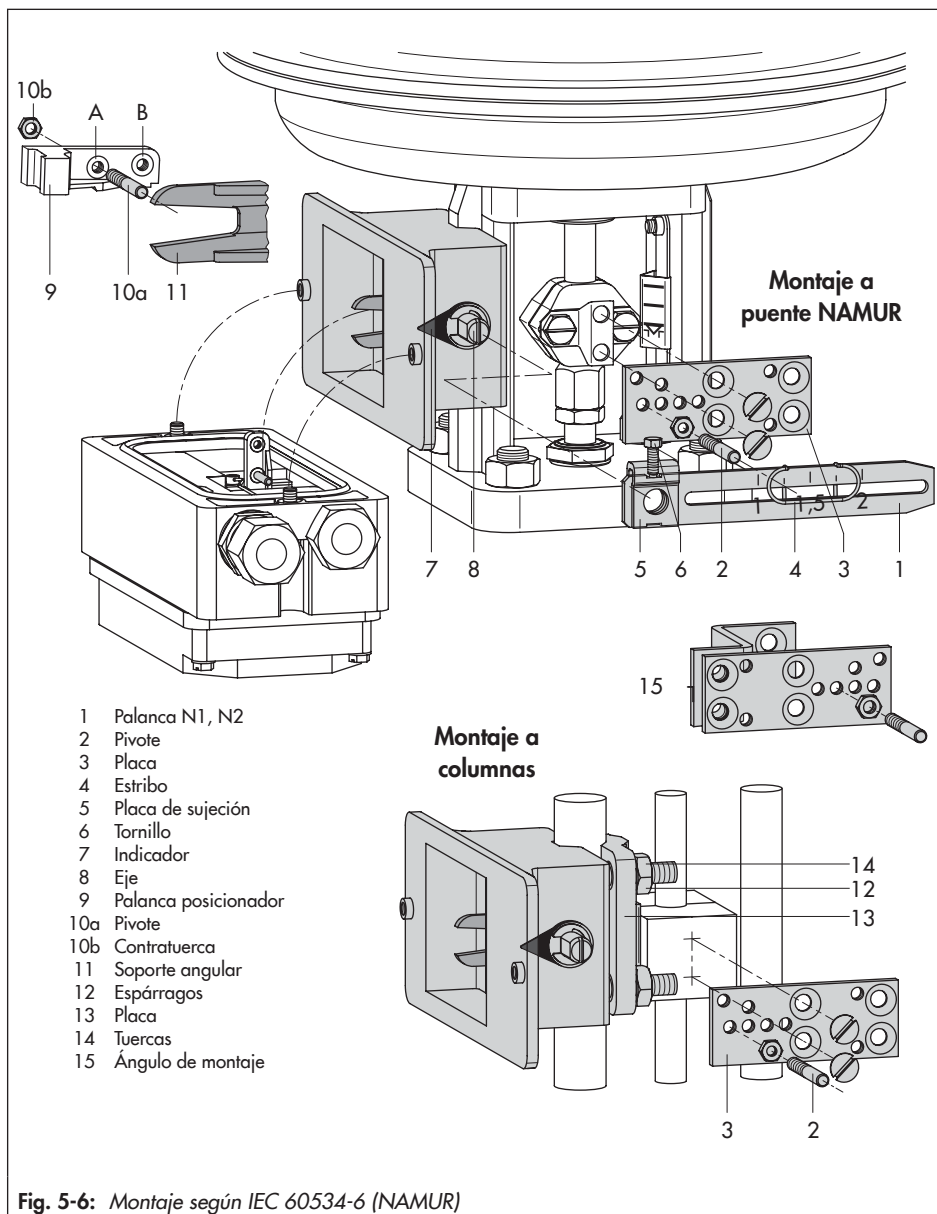

Fig. 5-6: Montaje según IEC 60534-6 (NAMUR)
El montaje se realiza mediante un adaptador (Fig. 5-6). La carrera de la válvula se transmite a través de la palanca (1) y del eje (8) al soporte angular (11) del adaptador y de allí al pivote (10a) de la palanca del posicionador. Para que el pivote (10a) apoye correctamente en el soporte angular (11), debe colo-
- ➔ Ver Fig. 5-6
2. Mover el eje (8) del adaptador hasta que el indicador negro (7) coincida con la marca del adaptador.
3. En esta posición fijar la placa de sujeción (5) con el tornillo (6).
4. Atornillar el pivote (10a) en el lado de la tuerca en la palanca del posicionador y asegurarlo por el lado contrario con una tuerca hexagonal. Para ello observar la posición de montaje **A** o **B** según Tabla 5-1 y Fig. 5-6.